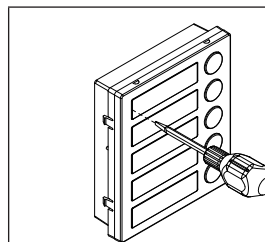

Fig. 8
- Inserire il cacciavite (lato piatto della lama) nell'apposita fessura del porta cartellino come mostrato in **Fig. 8**;